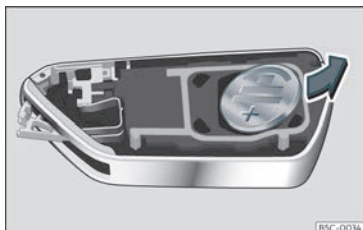

Fig. 77 Chiave del veicolo: estrarre la batteria.
- Estrarre la batteria dal vano con un oggetto fino adatto >>> fig. 77.
- Inserire la nuova batteria premendola nel vano batteria >>> ①.